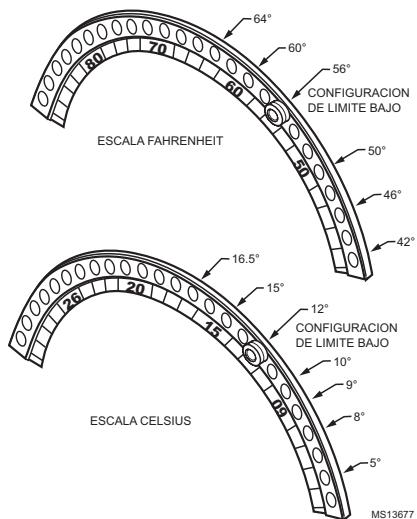

Fig. 4. Configuraciones de límite de rango bajo.
4. Utilizando las marcas de temperatura del limitador de rango, inserte los tornillos que se proporcionan en los agujeros de mínimo/máximo del limitador de rango y ajustelos. Vea las Tablas 1 y 2 para conocer las temperaturas del limitador de rango. Vea las Fig. 4 y 5.